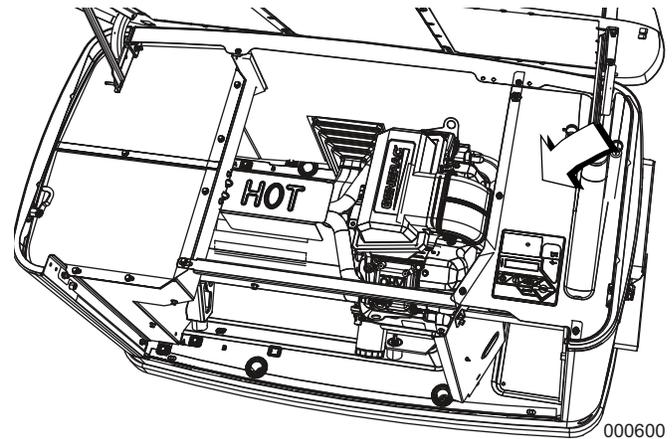

Figura 2-4. Inspección en busca de daños
7. Una vez que la tapa esté abierta, retire el tablero de acceso delantero levantándolo hacia arriba y afuera. También retire el panel negro, indicado por la flecha, sobre la parte superior de la zona de conexiones del cliente. Vea la **Figura 2-4**.